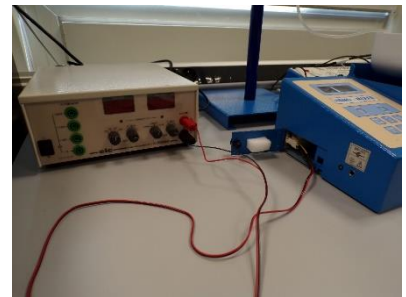

Figure 3
- **Raccorder** l'alimentation stabilisée à l'hémo-mixeur avec le cordon fourni. (Figure 3)